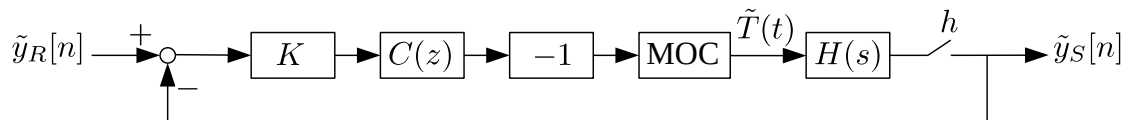

Figura 3
La máquina laminadora cuenta con un sistema de control de espesor de la placa laminada en tiempo discreto como se muestra en la Figura 3, donde:
6) Para evaluar el desempeño del diseño del punto 5) mediante simulaciones numéricas, se programa, en un ambiente de programación gráfico, un diagrama de bloques que implementa el sistema realimentado de tiempo discreto, de entrada \tilde{y}_R y salida \tilde{y}_S , representado en la Figura 3. Dibuje este diagrama de bloques utilizando solamente bloques proporcionales, sumadores, y retardos, minimizando la cantidad de estos últimos. Señale la parte del diagrama de bloques que implementa la función de transferencia $C(z)$.